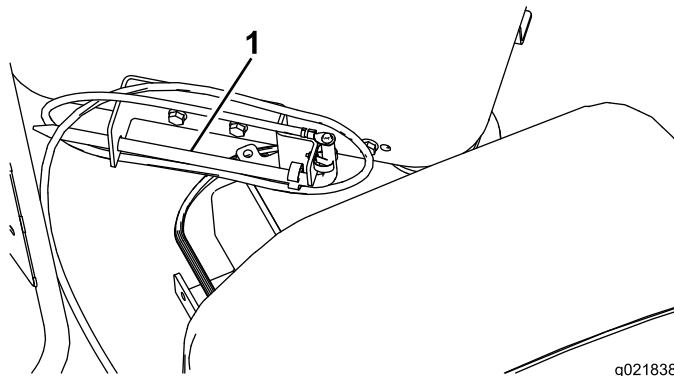

Figura 31
8. Guarde a haste de aterramento em seu suporte na plataforma do operador, como mostra a Figura 31.